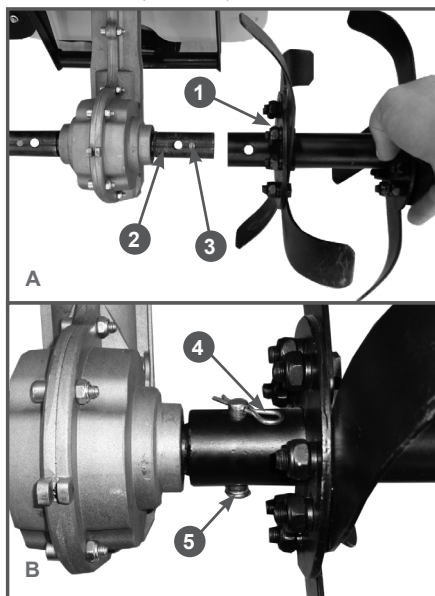

Рис. 3 Установка фрез
3. Установите фрезы 1 на втулку 2 выходного вала редуктора (Рис. 3А).
Перед установкой фрез убедитесь, что втулка 2 и палец 3 втулки установлены на выходной вал редуктора (Рис. 3А).
Совместите отверстия во фрезе, втулке и выходном вале редуктора и вставьте в отверстия пальцы 5. Зафиксируйте пальцы 5 шплинтами 4 (Рис. 3В).